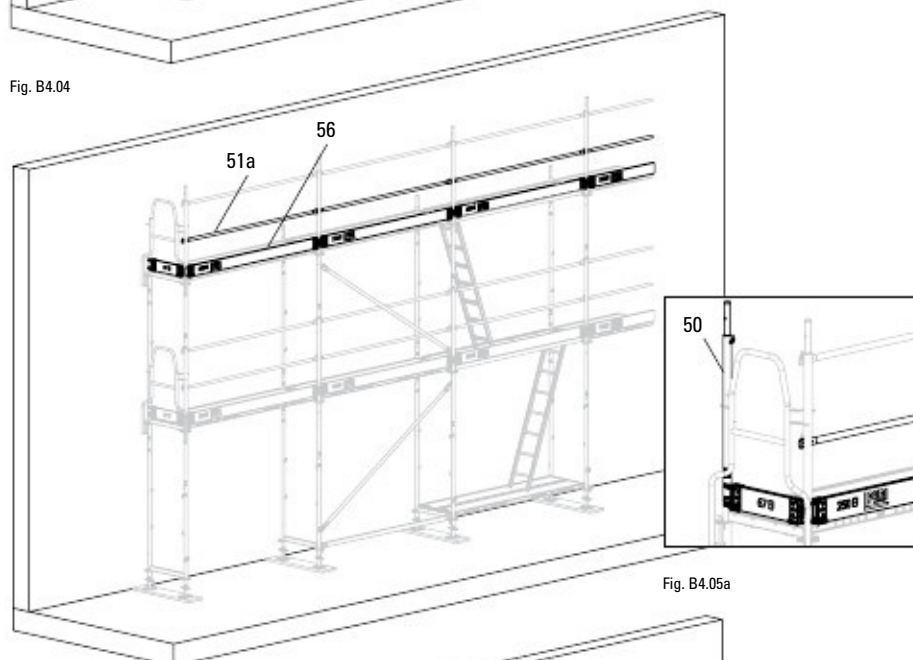

Fig. B4.05
6. Монтирайте междинния парапет (51a) и ограничителя UPF (56). (Fig. B4.05)